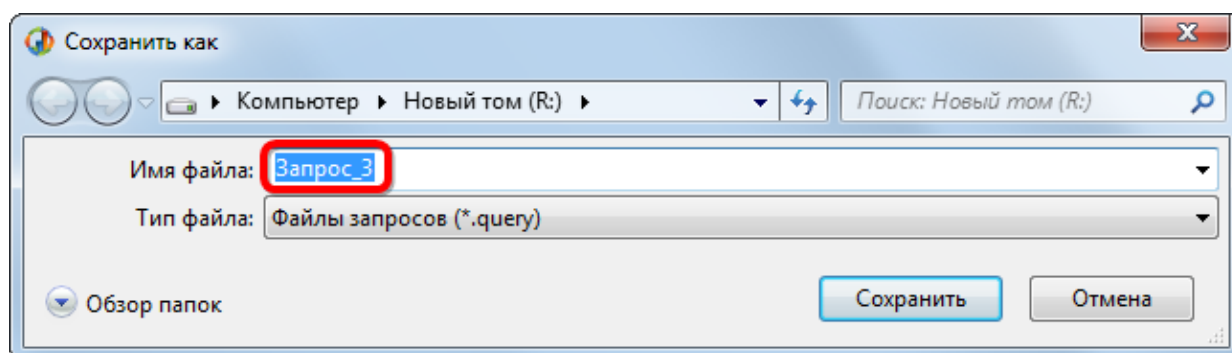

Рис. 7-36 – Стандартное окно «Сохранить как»
- 4) В стандартном окне «Сохранить как» указать путь и имя файла для сохранения (рис. 7-36). По умолчанию предлагается имя файла, совпадающее с обозначением запроса.